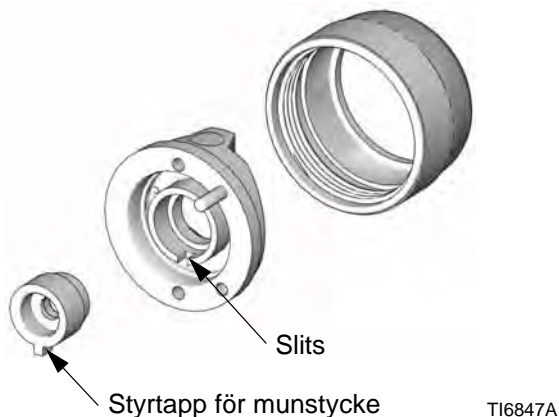

FIG. 5
Montera munstycket i pistolen. Se till att styrstiftet går i urtaget på luftmunstycket. Se FIG. 5. Dra åt luftmunstyckets hållarring (6) ordentligt med handen så att det tätar ordentligt mellan munstyckspackningen och spridaren (5).